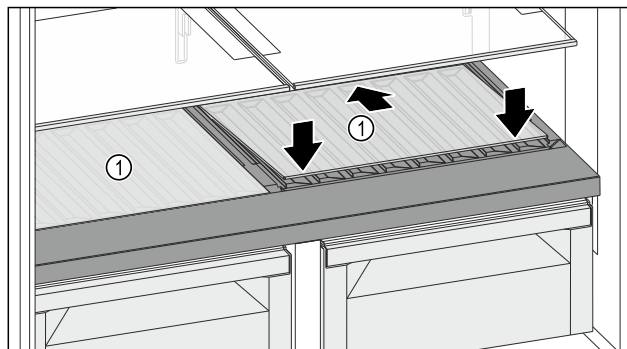

Fig. 123
- ▶ Skleněnou desku Fig. 123 (1) zasuňte šikmo a skloněnou dozadu dolů.
- ▶ Skleněnou desku Fig. 123 (1) vpředu spusťte dolů.